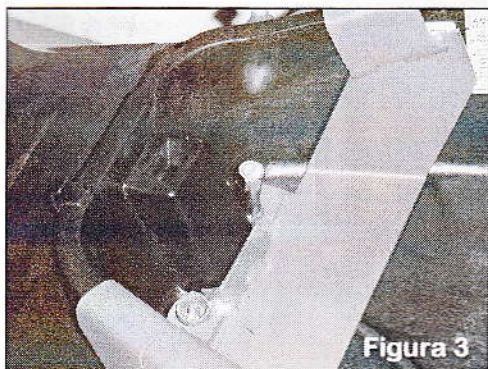

Figura 3
3. Fijar el soporte con los tornillos antirrobo, utilizando la llave suministrada, interponiendo entre el soporte y el tornillo las arandelas de M6. (Figura 3).